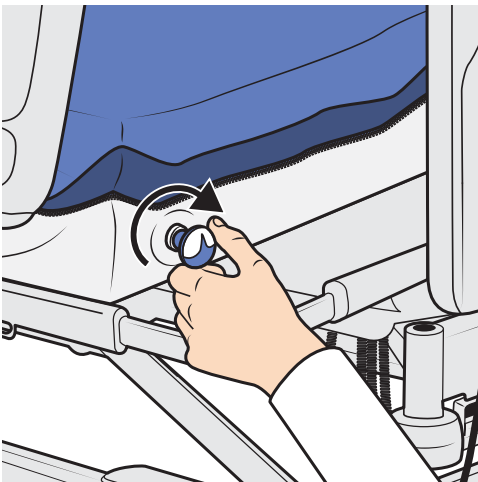

Figura 56
2. Rode a válvula (por baixo do símbolo da válvula) no coxim totalmente para a direita. Consulte a Figura 56